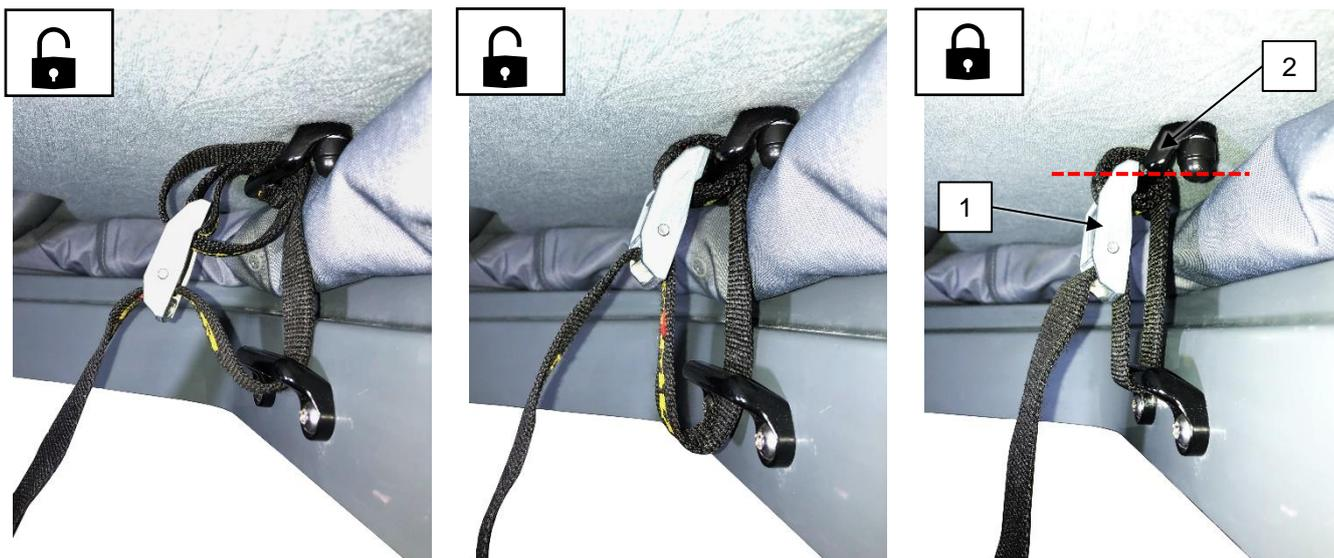

Abb. 8-1: Gurtbandführung der Verriegelung
- Das Gurtband entsprechend Abb. 8-1 anbringen und straffziehen: **Die Schnalle (1) muss auf dem Bügel (2) aufliegen!**